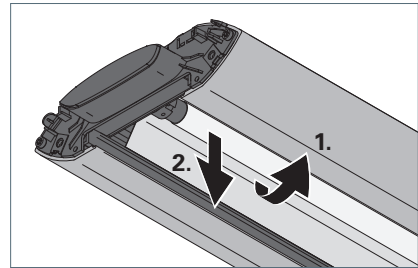

Fig. 19: Leuchtmittel wechseln.
- Drehen das Leuchtmittel um 90° und nehmen Sie das Leuchtmittel nach unten heraus, siehe Fig. 19.